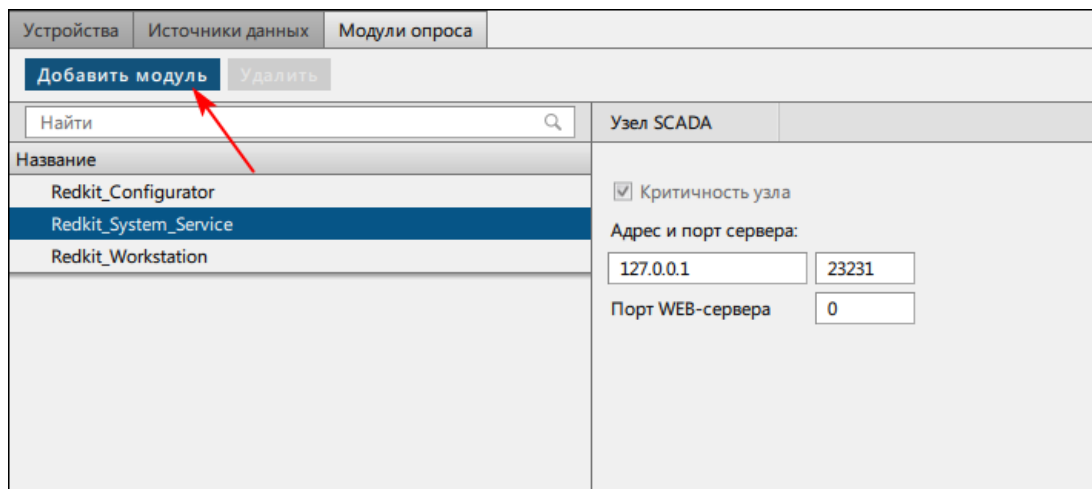

Рисунок 206 - Добавить модуль
13.На вкладке **Модули опроса** у сервисного узла(ов) (*Redkit_System_Service* или *Redkit_Master* и *Redkit_Slave*, в зависимости от типа конфигурации) нажмите **Добавить модуль** (Рисунок 206).